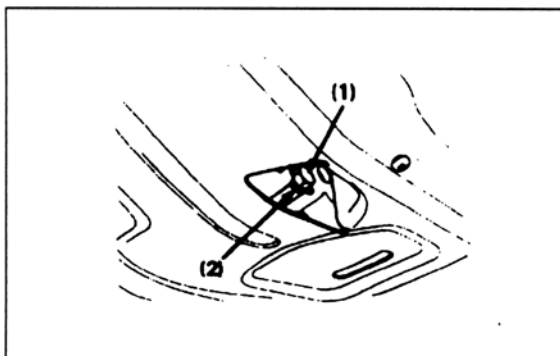

Bild 15
- Motorrad auf Seitenständer stellen und geeignetes Auffanggefäss (mindestens drei Liter Fassungsvermögen) unterschoben, Ölablass-Schraube SW 17 ausdrehen (Bild 15).